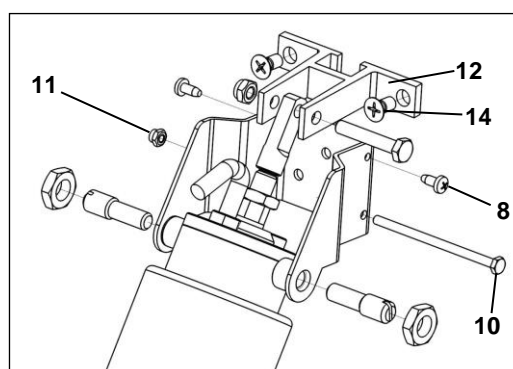

Bild 4
4. Elektroöffner mit den Schneidschrauben (8) in die Grundplatte (9) des Aufsetzkranzes einhängen und dann verschrauben. Danach die Sechskantschraube M 4 x 70 (10) seitlich durch die Halterung des Öffners sowie durch die Grundplatte (9) einschieben und mit der selbstsichernden Mutter (11) arretieren (**Bild 4**).
5. Lagerbock (12) in die Anschlagplatte (13) des Lüfterrahmens einschieben, und mit den Kreuzschlitzschrauben M 6 x 11 (14) befestigen (**Bild 4**).